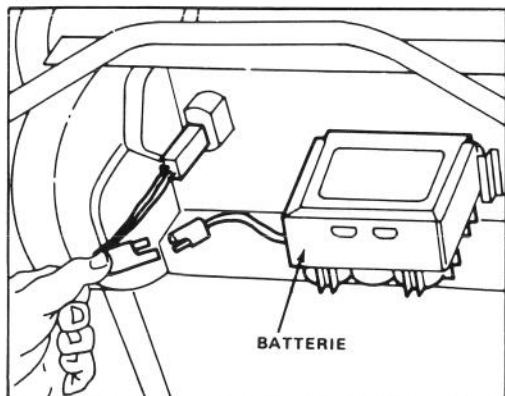

Bild 27
1. Motor abstellen und Kabelbaum von der Batterieklemme trennen (Bild 27).